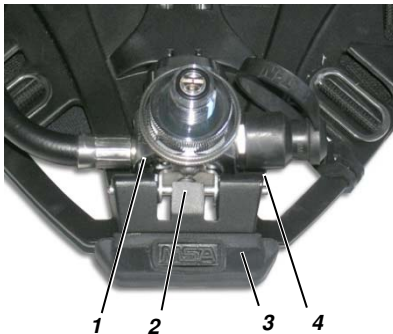
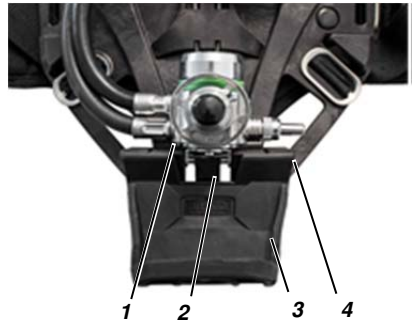

Fig. 26 Reductor de presión con amortiguador golpes
Fig. 27 Reductor de presión con amortiguador golpes y protección de válvula
- (9) Sacar el pasador del retenedor instalado en el reductor de presión (→ Fig. 26 y Fig. 27).
- (10) Retirar el reductor de presión de la placa dorsal, no tirar del resorte de retención.
- (11) Limpiar la placa dorsal incluyendo la cinta de retención de las botellas a una temperatura máxima de 60°C.
- (12) Limpiar los arneses en una lavadora adecuada a una temperatura máxima de 60 °C.
- (13) Limpiar las líneas, el reductor de presión y el manómetro preferiblemente a mano.